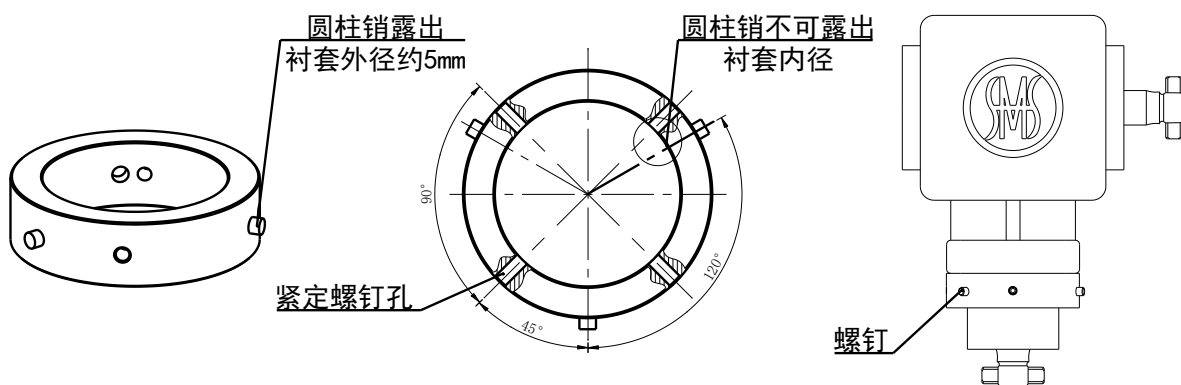

图 8-6 安装衬套的规范要求
2. 将衬套置于伞齿轮盒的下端，用 4 个 M6×10 的紧定螺钉固定（90°均分）（见图 8-6）。